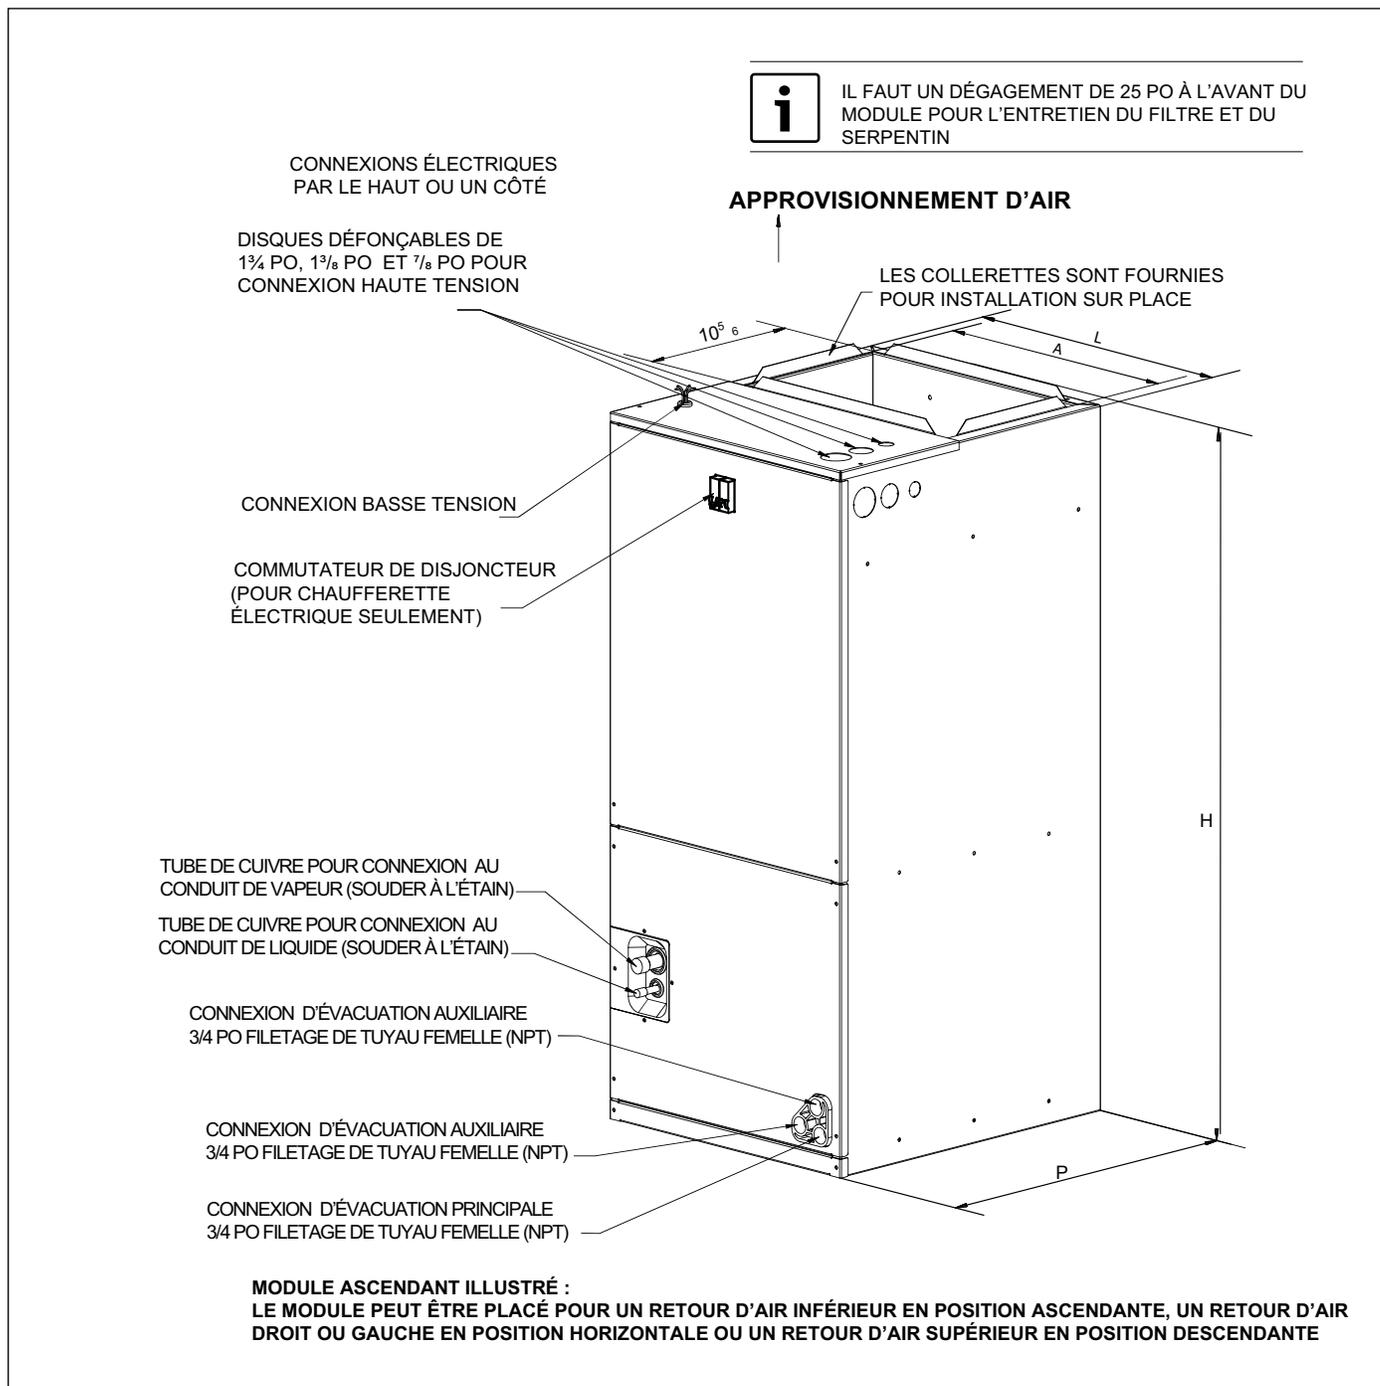

Figure 8
Se reporter à la figure 8 pour les connexions des fils de haute et basse tension.
- ▶ La configuration en courant ascendant vertical est l'orientation par défaut de tous les modèles (voir la figure 8).
- ▶ Trois disques à défoncer de 7/8 po, 1 3/8 po et 1 3/4 po sont prévus pour faire passer les fils haute tension au module. Voir la figure 8 pour l'emplacement des disques à défoncer pour les fils haute tension.
- ▶ La figure 8 indique l'emplacement de la connexion du fil basse tension,